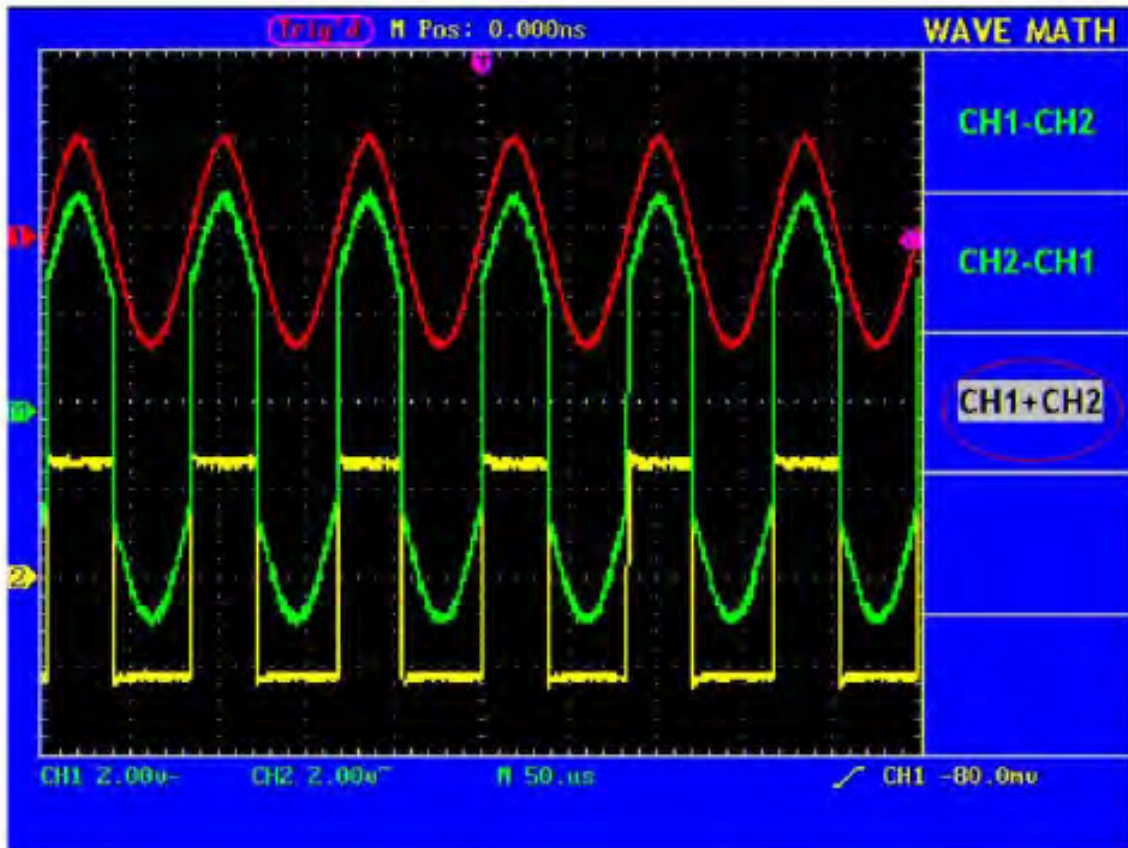

Abb. 20 Wellenformergebnis der Addition von Kanal 1 und 2
2. Drücken Sie die Menüauswahl Taste **F3** und wählen Sie **CH1+CH2**. Die berechnete Kurve M erscheint in Grün auf dem Bildschirm; drücken Sie die Menüauswahl Taste **F3** erneut, um die Wellenform M zu löschen (siehe Abb. 20).